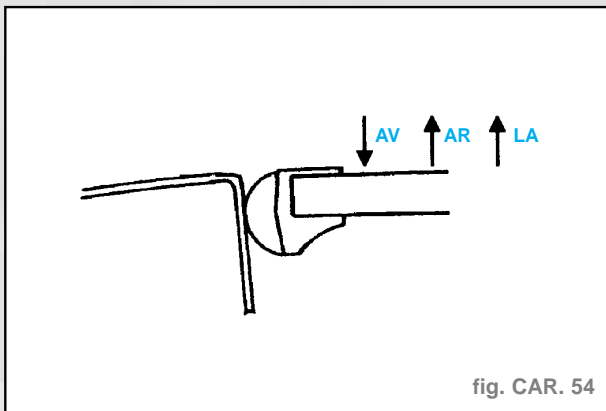

fig. CAR. 54
- Positionner le réglét sur sa tranche au niveau de la carre de pavillon et visualiser l'affleurement avec le panneau mobile sur au moins trois points (fig. CAR. 54).